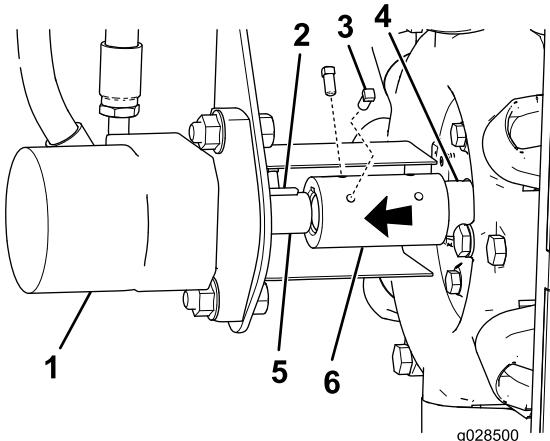

図7
- 油圧モータのキー溝にキー Woodruff キーを入れる 図7。
- シャフトカップラのスロットをキーに合わせ、シャフトカップラを油圧モータに挿入する 図7。
- シャフトカップラの反対側のスロットをスプレーヤのポンプシャフトのキーに合わせて挿入する 図7。
注 キー溝にキーが間違いなく入っていることを確認してください 図7。
- 両方のシャフトに均等にカップラが入るようにカップラの位置を調整する 図7。
- 角ヘッドねじ4本に中強度のロックリングコンパウンドを塗り、これらのねじでシャフトカップラを両方のシャフトに固定する 図7。